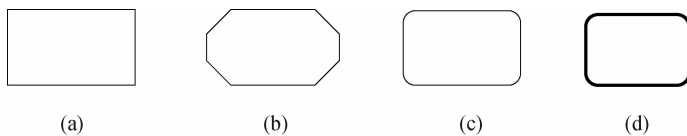

图 2-12 几种矩形的画法
如图 2-12(a)所示为几种矩形的画法。
- 倒角(C):用于指定倒角距离,绘制带倒角的矩形,如图 2-12(b)所示。
- 圆角(F):用于指定圆角半径,绘制带圆角的矩形,如图 2-12(c)所示。
- 宽度(W):用于指定线宽,如图 2-12(d)所示。